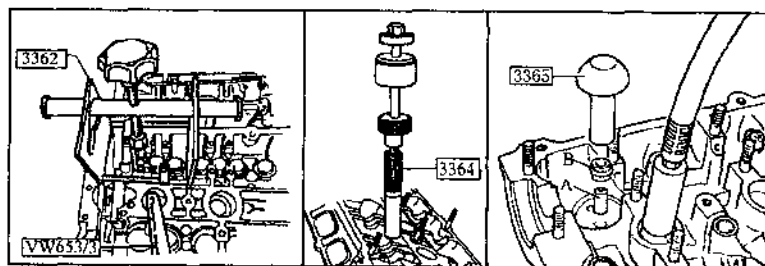

图 1-14 气门与导管(二)
(4) 不拆气缸盖取气门油封: 如图 1-14 所示, 拆下凸轮轴、挺杆、火花塞, 转动曲轴使活塞在下止点位置, 把软管 VW653/3 拧入火花塞孔, 安装气门弹簧拆卸器 3362 于缸盖上, 用 3362 在下面位置拆外进气门, 在上面位置拆中进气门, 在较下面的位置拆排气门。通过软管 VW653/3 加压(6 bar)于气缸中, 拆卸气门弹簧, 用 3364 拉出气门油封。
(5) 安装气门油封:见图 1-14 所示,在气门杆上套上塑料套,以保护新油封,将新油封放在安装工具 3365 中,在油封上涂机油后,将油封压入。